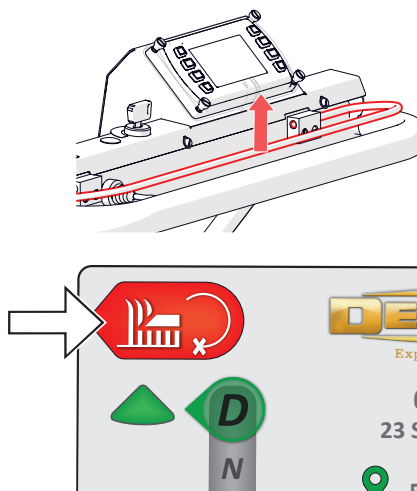

Fig. 15E - Detener el motor del cilindro
8. Para parar el motor del cilindro, suelte el OPC o pulse el botón de inicio/parada del cilindro. Al soltar el OPC, también se detendrá el motor de marcha (Fig. 15E).